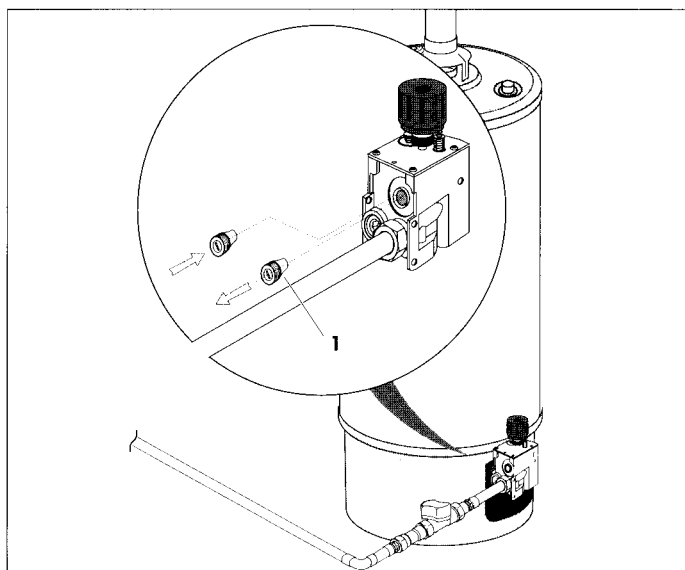

Abb. 10 Umstellung auf Erdgas LL
- Drossel (Abb. 10, Position 1) in der Gasarmatur gegen die beiliegende Drossel für Erdgas LL austauschen. Die Kennzeichnung der Düse können Sie der Tabelle auf Seite 9 entnehmen).